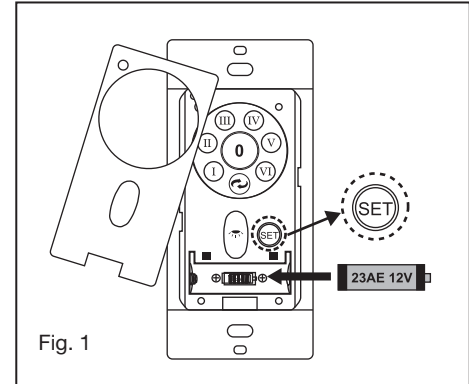

Fig. 1
Rentrez soigneusement le connecteur de fil et les fils à l'intérieur du moyeu de montage de l'ensemble moteur. Fig. 1
- 2 Alignement des 4 trous de l'assemblage LED avec 3 trous dans le moyeu de montage, assurez-vous que toutes les vis sont bien serrées (Fig. 1)
- 1 Retirez la plaque murale existante et l'ancien interrupteur du boîtier de prise murale. (Fig. 1)
- 5 Bouton de réglage du code "SET": Suivez les étapes ci-dessous pour utiliser le bouton de réglage. (Fig. 1)